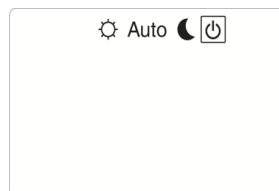

Fig. 16
- 1) Apăsați tasta (▶), până când fa vi evidențiat printr-un chenar simbolul  funcționării în modul stand-by, ca în Fig. 16;